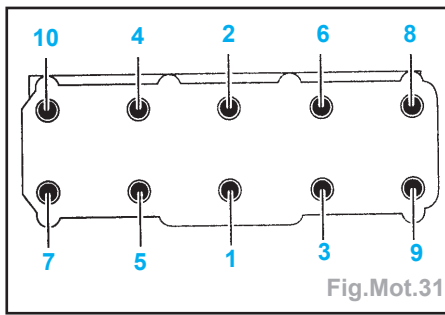

Fig.Mot.31
- Serrer les boulons de culasse dans l'ordre (Fig.Mot.31).